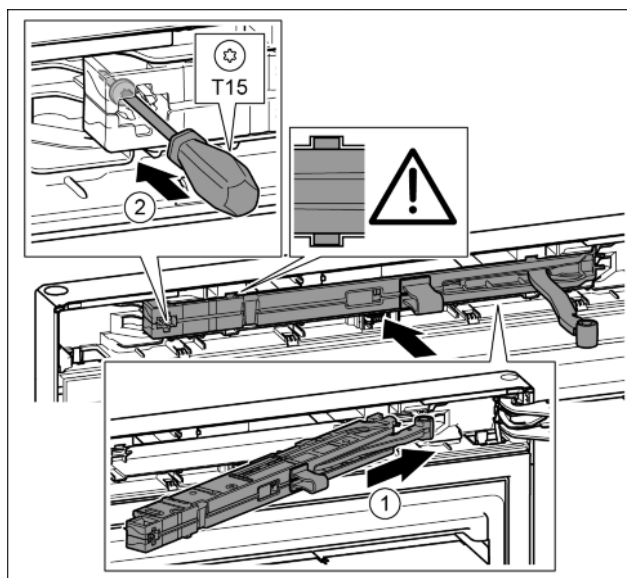

Fig. 46
- ▶ Amortyzator zamykania drzwi po stronie płytki zawiasu wsunąć ukośnie w zagłębienie aż do oporu. Fig. 46 (1)
- ▶ Śrubę przykręcić przy pomocy śrubokręta T15. Fig. 46 (2)